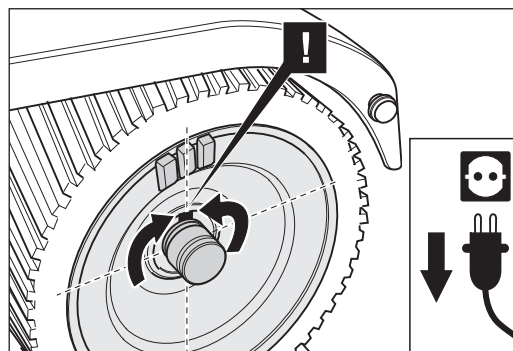

Abb. 80 Die Schleifwalze drehen bis die Passfedernut nach oben zeigt, damit die Passfeder nicht aus der Welle fallen kann.
- 7 Drehen Sie die Schleifwalze bis die Passfedernut nach oben zeigt, damit die Passfeder nicht aus der Welle fallen kann (Abb. 80). Ziehen Sie nun die Schleifwalze seitlich aus dem Gehäuse.